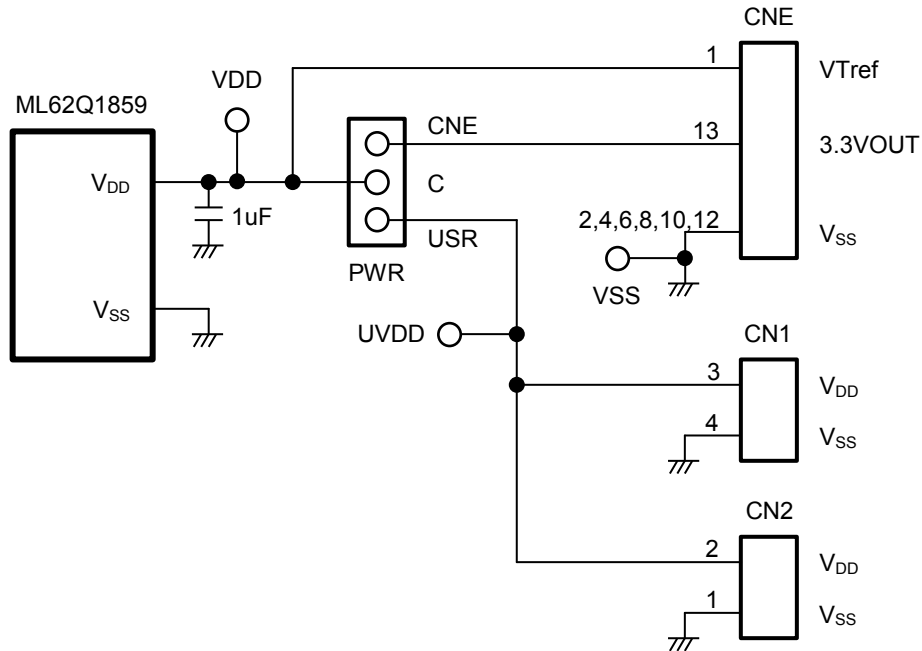

図 2 電源回路
- 1.2 ML62Q1859 Reference Board 外観図 2